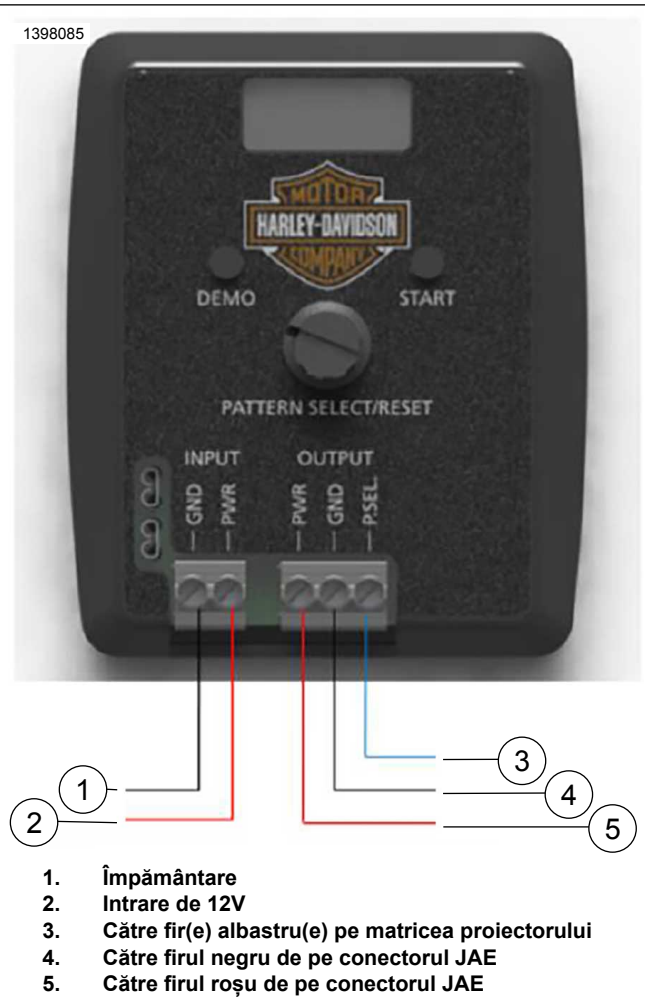

Figura 10. Setare Programare succesiune modele
1. A se vedea figura 10. Conectați sursa de alimentare de 12V la PSCP.
2. A se vedea figura 10. Conectați proiectorul la bornele de ieșire OUTPUT ale PSCP (necesită cablu furnizat de dealer).